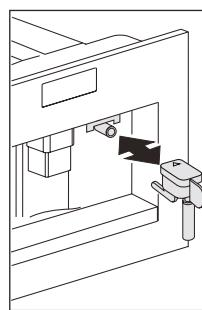

Fig. 13
- Pentru a utiliza din nou aparatul, introduceți duza pentru apă fierbinte (Fig. 13), dacă nu este deja în poziție, și apăsați pe pictograma (B9). Aparatul afișează: HOT WATER PRESS OK (APĂ FIERBINTE, APĂSAȚI OK). Apăsați pe pictograma (B9) în decurs de câteva secunde și dozați apă prin duză pentru aproximativ 30 de secunde. Când dozarea se oprește, modurile de bază sunt afișate din nou.